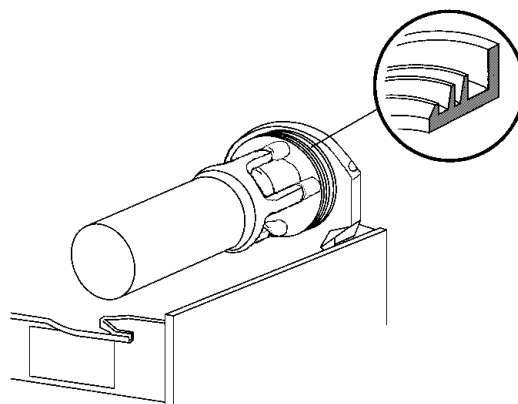

figure 12
- 4 Remonter le joint d'étanchéité du réservoir dans son siège. Remarque: Le bord ayant le diamètre le plus large doit être appuyé contre la paroi postérieure (voir figure 12).